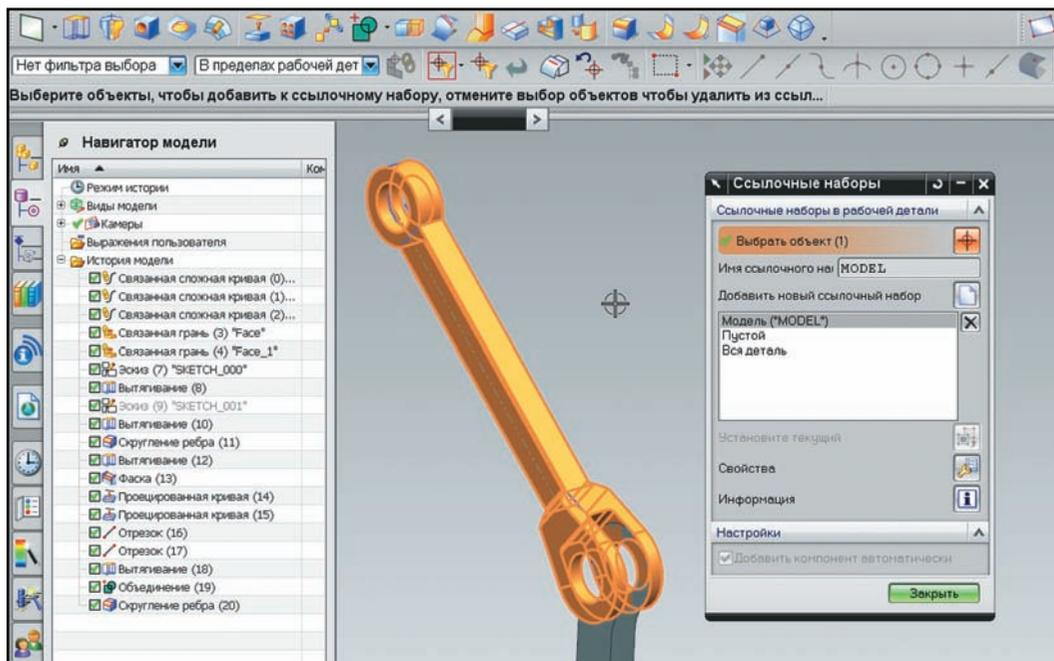

Рисунок 4.45. Создание ссылочного набора
- После окончания построений, выбрав пункт главного меню **Формат > Ссылочные наборы (Format > Reference Sets)**, откройте диалог управления ссылочными наборами и убедитесь, что в набор MODEL входит только итоговое тело построения. Это необходимо для того, чтобы все участники проекта видели саму модель, а не промежуточные объекты построения (рис. 4.45). Также имеет смысл убрать все вспомогательные объекты на невидимый слой и определить интерфейс созданной модели. Сохраните модель.